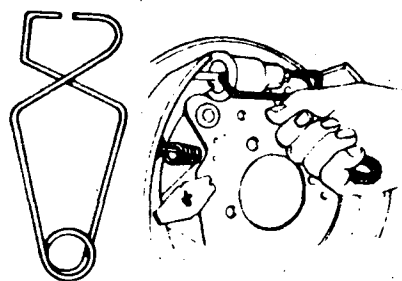

Fig. 3
- c Prenda os êmbolos dos cilindros do freio de roda com o grampo de mola (fig. 3).